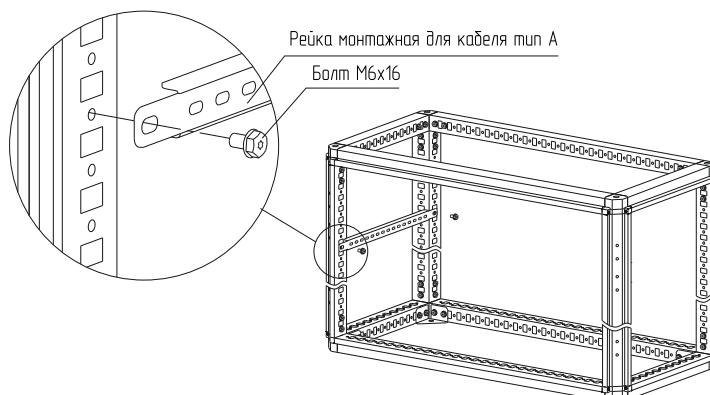

Рисунок 30
4.16.2 Установите рейку монтажную для кабеля тип А на нужной высоте и закрепите болтами M6x16 (рисунок 30). Момент затяжки – 7 Н·м. Болты приобретаются отдельно.